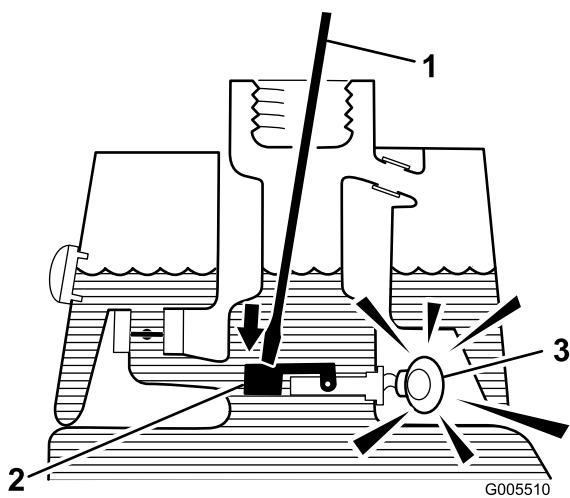

図 26
3. 汚れのない棒やドライバを差し込んで、フロートを軽く押さえてやる（図26）。1秒後にアラームが鳴れば正常である。